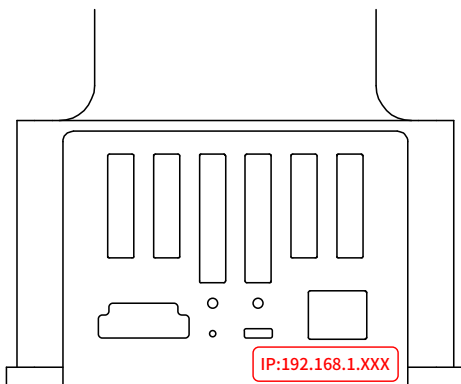

图 6.1
(1) 设置 PC 端的 IP 地址 (如图 4.1-4.5)：使 PC 端与控制器在同一局域网环境 (Lite 6 的内置控制器网段是 192.168.1.xxx (x 是 1-255 之间的数字))；所以 PC 端的 IPV4 网段必须在 192.168.1.1-192.168.1.255 之间 (不能与控制器的 IP 地址尾号相同)；Lite 6 的 IP 标在内置控制器下方，如图 6.1 所示。